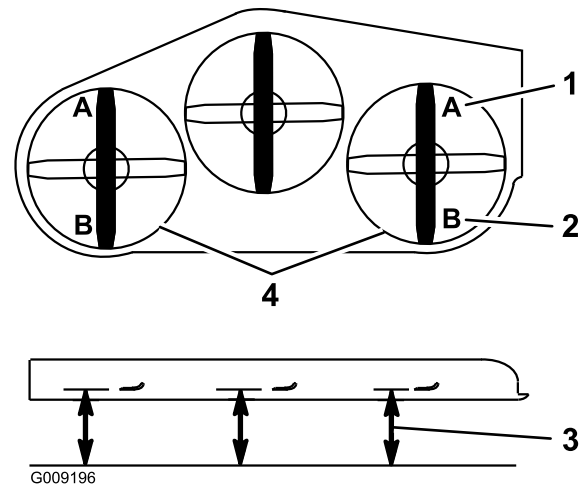

Figura 75
9. En ambos lados de la carcasa, mida desde la superficie nivelada hasta la punta delantera de la cuchilla (Posición A). La distancia debe ser de 7,6 cm (Figura 75).
15. En ambos lados de la carcasa, mida desde la superficie nivelada hasta la punta trasera de la cuchilla (Posición B). La distancia debe ser de 8,3 cm Figura 75.